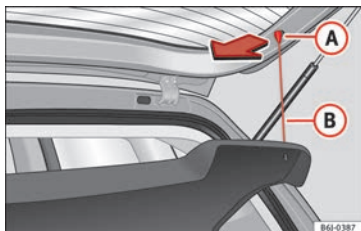

Fig. 140 Plage arrière.
- Déverrouillez les tirants » fig. 140 (B) de leurs logements (A).